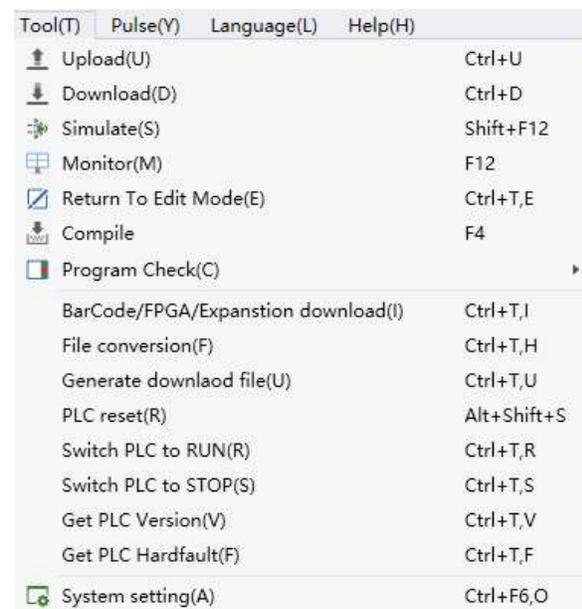

FIGURA 22
Herramienta (T) (Ver figura 22)
La barra estándar como se muestra en la figura 22, contiene botones para algunas operaciones básicas de los proyectos de ingeniería PLC. (Ver figura 23)